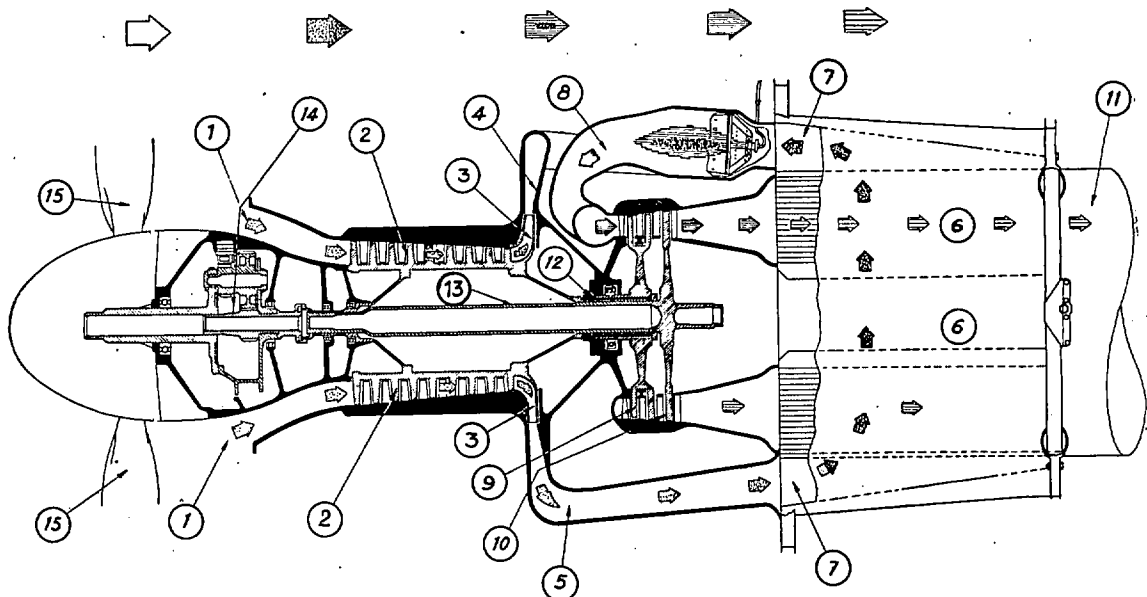

Fig. 2.—Esquema del motor.
El aire penetra en el motor por una entrada anular (1) (fig. 2), que rodea el buje de la hélice. El compresor axial de ocho escalones (2) y el centrífugo (3), con su difusor terminal (4), producen una relación de compresión de 4,4:1 cuando el motor funciona a su régimen nominal, siendo en estas condiciones el gasto de aire de unos 13,6 kilogramos/segundo. El régimen nominal (máximo) del compresor es de 8.200 r. p. m., produciendo 3.500 cv. de potencia.